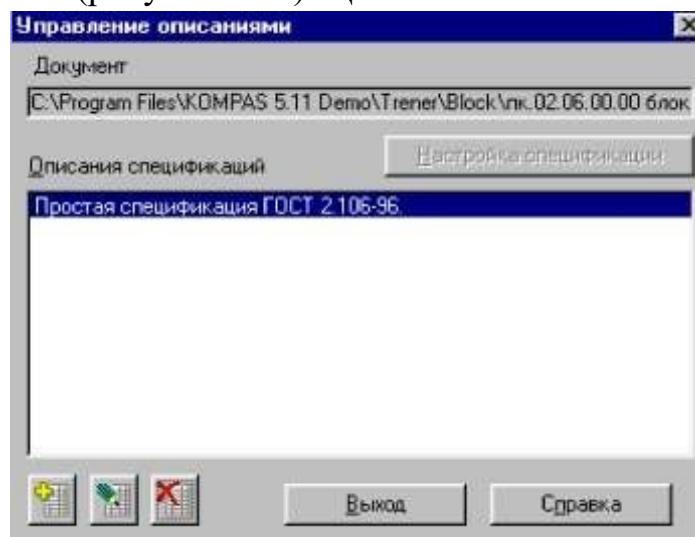

Рисунок 11.3– Добавление стиля Простая спецификация ГОСТ 2-106.96
4. Вернитесь в окно Управление описаниями, в котором добавился выбранный вами стиль(рисунок 11.3).Щелкните на кнопке Выход.